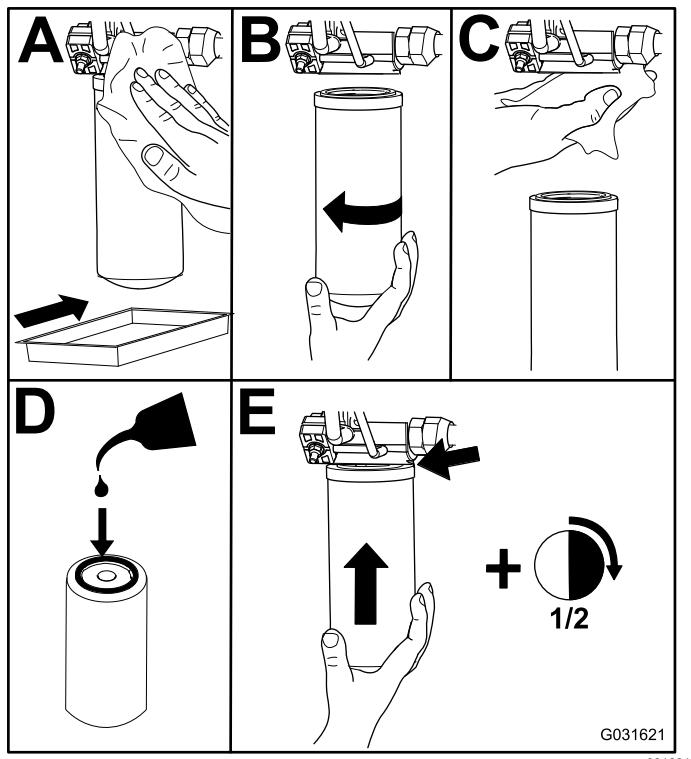

Bild 80
2. Tauschen Sie die Hydraulikfilter aus (**Bild 80**).